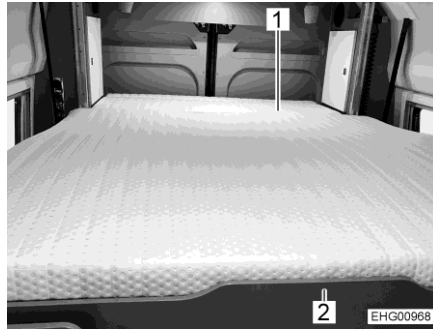

Bild 68 Höjbar säng
- Håll den höjbara sängen i den främre bäddplattan (Bild 68,2) och sänk tills den är i nivå med den fasta hyllan (Bild 68,1) där bak. Alternativt kan den höjbara sängen sänkas till ett annat önskat läge.